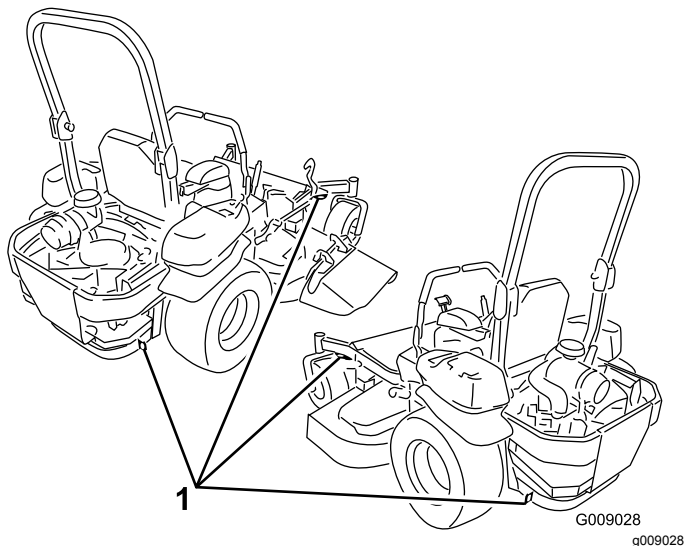

Bild 36
5. Befestigen Sie die Maschine mit den Vergurtungsschleifen aus Metall, Ketten, Kabel oder Seilen am Anhänger oder Pritschenwagen (Bild 36).